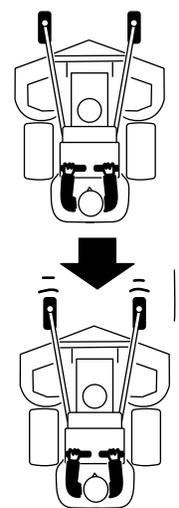

Рисунок 20
2. Медленно потяните рычаги управления движением назад (Рисунок 20).